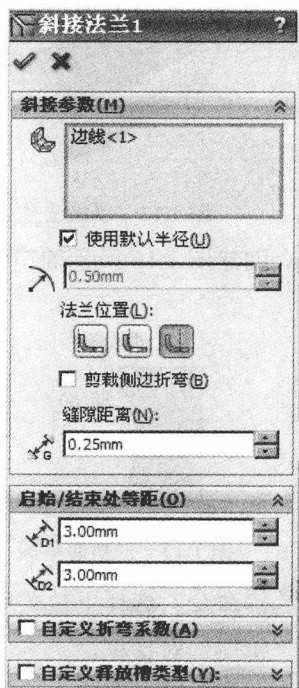

图 1.12 “斜接法兰 1”对话框
② 选择下拉菜单 **插入(I)** → **退出草图** 命令，退出草图环境，系统弹出图 1.12 所示的“斜接法兰 1”对话框。